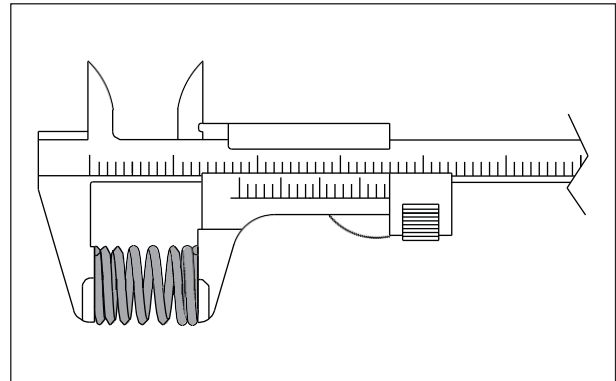

Fig. 3.19
- Revise la longitud del resorte usando un calibrador de Vernier. Si la longitud es inferior al límite de servicio remplace todos los resortes por unos nuevos. (Fig. 3.19)